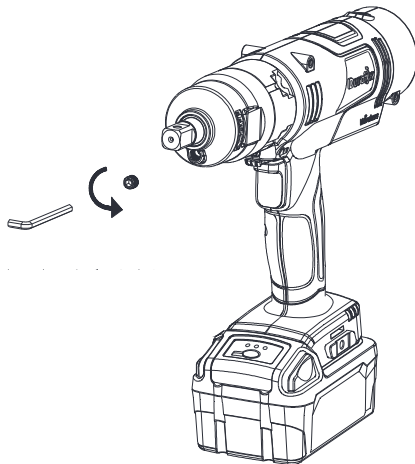

FIG. 3
2. Utilice una llave Allen (4,0 mm) para aflojar la tuerca en sentido antihorario. (FIG. 3)